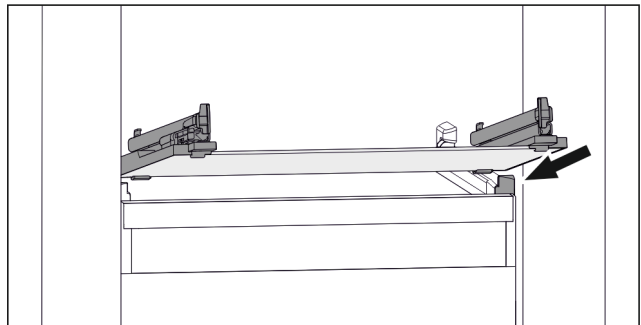

Fig. 94 Beispielhafte Darstellung der Glasplatte
- ▶ Glasplatte schräg hinter den Stopperrn aufsetzen. (siehe Fig. 94)